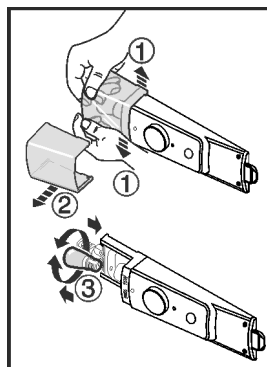

Fig. 12
- Pokrov svetilke glede na sliko spodaj v sprednjem delu povlecite narazen Fig. 12 (1) in izvlecite v stran Fig. 12 (2).
- Zamenjajte svetilko. Fig. 12 (3)